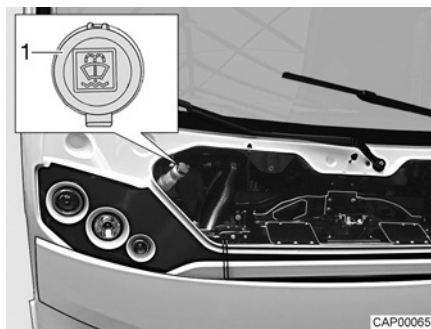

Fig. 8 Bocchettone di riempimento
- Aprire il coperchio (Fig. 8, 1) sul bocchettone di riempimento del contenitore dell'acqua di lavaggio.